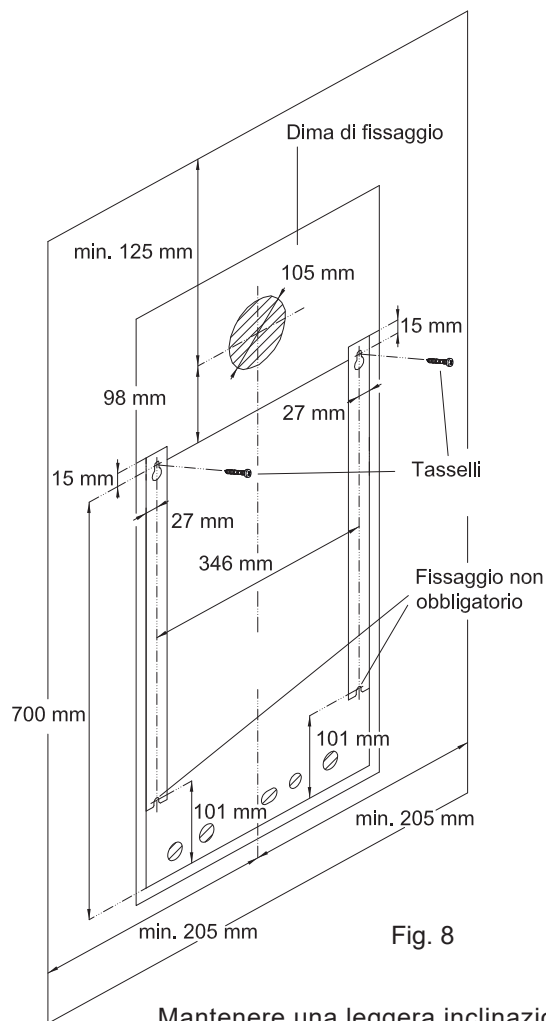

Fig. 8
3.6 INSTALLAZIONE CON USCITA POSTERIORE (fig. 8).